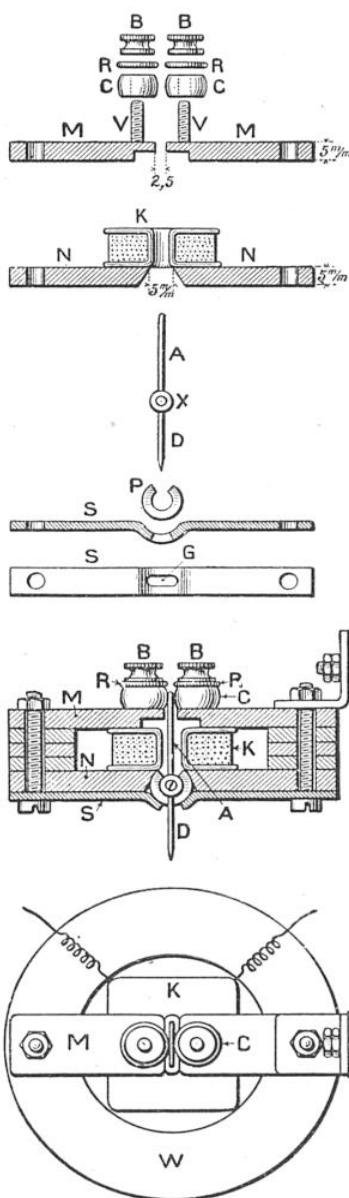

FIG. 1 ET 2. — DÉTAILS DE CONSTRUCTION DES DIVERSES PARTIES DU PICK-UP ET ASSEMBLAGE DES DIFFÉRENTS ÉLÉMENTS
FIG. 1. — GRAPHIQUES MONTRANT, POUR LA CONSTRUCTION FRANÇAISE (1) ET POUR LES CHÂSSIS IMPORTÉS EN FRANCE (2), LES PROPORTIONS RELATIVES DES SYSTÈMES DE DISTRIBUTION : A SOUPAPES LATÉRALES « L », A SOUPAPES COMMANDÉES PAR CULBUTEURS « C », A SOUPAPES ET ARBRE A CAMES PLACÉS EN TÊTE DU BLOC DES CYLINDRES « T » ET SANS SOUPAPES « S.S »
figures 1 et 2 montrent, en détail, les diverses pièces constituant l'appareil et leur assemblage.
Ces pièces, façonnées à la lime suivant le profil du dessin (fig. 1), portent deux tiges filetées *V V*, destinées à recevoir deux anneaux de caoutchouc *C C*, taillés dans un tube; ceux-ci seront maintenus en place et serrés par les rondelles de métal *R R* et les écrous *B B*. Le but de ce dispositif est de limiter la course latérale du bras porte-aiguille *A* et de permettre d'amortir plus ou moins ses oscillations suivant le degré de serrage de ce bras entre les petits bourrelets de caoutchouc. C'est de ce réglage facile que dépend la pureté de la reproduction.